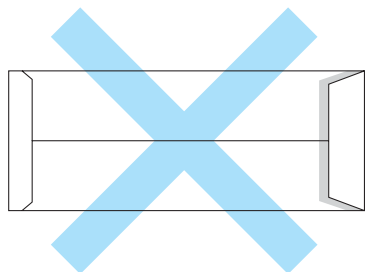

Figure 1-7
- des rabats adhésifs du type illustré à la Figure 1-7